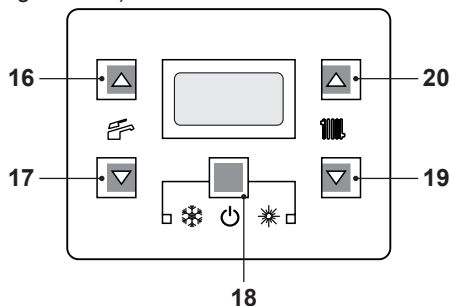
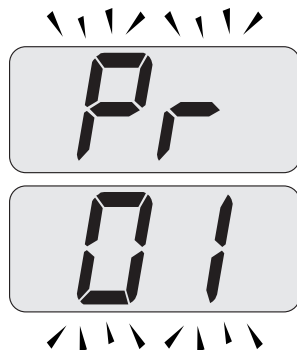
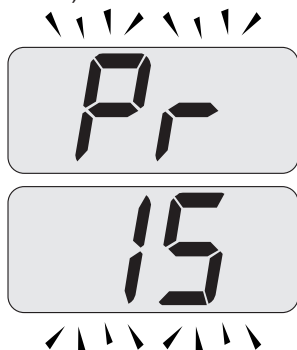

Figura 5.45
Figura 5.46
Figura 5.47
- Entrare in "modalità programmazione" premendo contemporaneamente per 10 secondi i tasti 18 - 19 - 20 (Figura 5.45) fino a far apparire sul display LCD le lettere **Pr** che si alternano con il codice **01**, indicanti l'entrata nel "parametro 01" (Figura 5.46).
- Scorrere i vari parametri utilizzando i tasti 19 o 20 fino a far apparire sul display LCD le lettere **Pr** che si alternano con il codice **15**, indicanti l'entrata nel "parametro 15" (Figura 5.47).
- Premere contemporaneamente i tasti 18 e 20 (Figura 5.45) fino a far apparire sul display LCD il valore del parametro 15 (Figura 5.48).
- Premendo il tasto 18 (Figura 5.45) si ottiene la conferma del valore inserito.
- Premendo contemporaneamente i tasti 18 e 19 (Figura 5.45) si esce senza modificare il valore (ritorno alla lista parametri Figura 5.47)
- Premendo contemporaneamente per 10 secondi i tasti 18 - 19 - 20 (Figura 5.45)
Comunque se la temperatura ambiente non dovesse essere confortevole si può aumentare o diminuire la temperatura di mandata dell'impianto riscaldamento di $\pm 15^\circ\text{C}$ agendo sui tasti 19 (diminuzione) e 20 (aumento) (Figura 5.45).